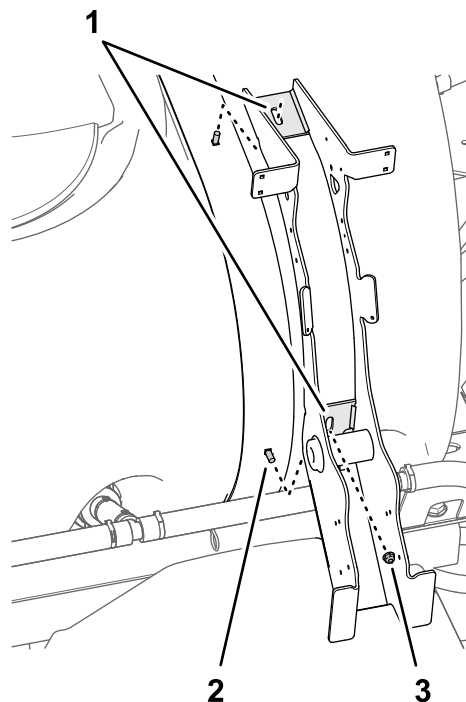

図 14
2. 図 14のように、エダクタマウントのスロットを、タンク後部の固定ベルトの下側の2本のキャリッジボルトに合わせる。
3. 下側キャリッジボルトにフランジロックナット5/16インチを仮止めする 図 14。